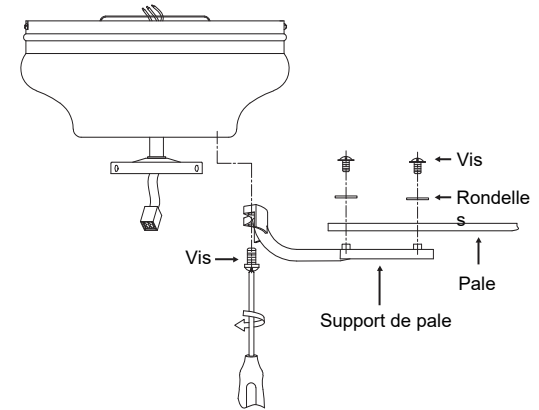

Fig. 10
Étape 1. Fixez une pale au support de pale avec les vis et les rondelles fournies (voir la **Fig. 10**). Commencez à serrer la vis dans le support. Répétez l'opération pour les deux vis restantes.